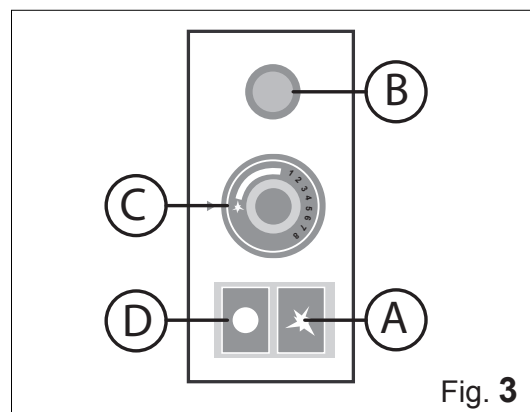

Fig. 3
- ruotare la manopola termostato su simbolo piezoelettrico (Fig. 3 C).
- Premere a fondo per 20" il tasto d'immissione gas fiamma pilota (Fig. 3 A) e contemporaneamente premere più volte il tasto accensione piezoelettrica (Fig. 3 B) fino all'accensione della fiamma pilota.
- Completate le operazioni per l'accensione della fiamma pilota, ruotare la manopola termostato nelle posizioni da 1 a 8 per impostare la temperatura d'esercizio desiderata (Fig. 3 C).
Al termine del ciclo di lavoro premere il pulsante "D" (Fig.3) per spegnere l'apparecchiatura.